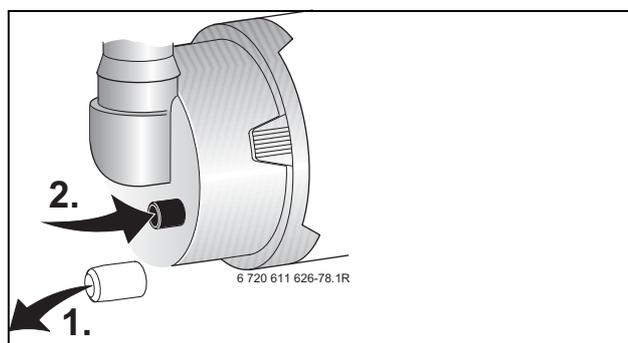

Fig. 50
- Controllare la pressione di miscelazione, presso il miscelatore aria-gas, alla potenza termica nominale (di fabbrica) come di seguito (fig. 50):